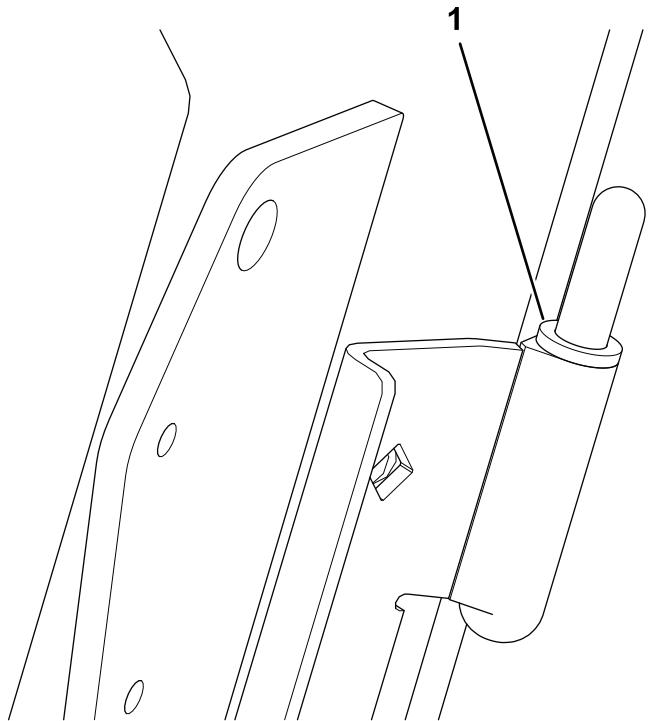

Figura 5
8. Instale 2 espaciadores en cada conjunto de bastidor de puerta (1 en el pasador de la bisagra superior y 1 en el pasador de la bisagra inferior); consulte la Figura 5.